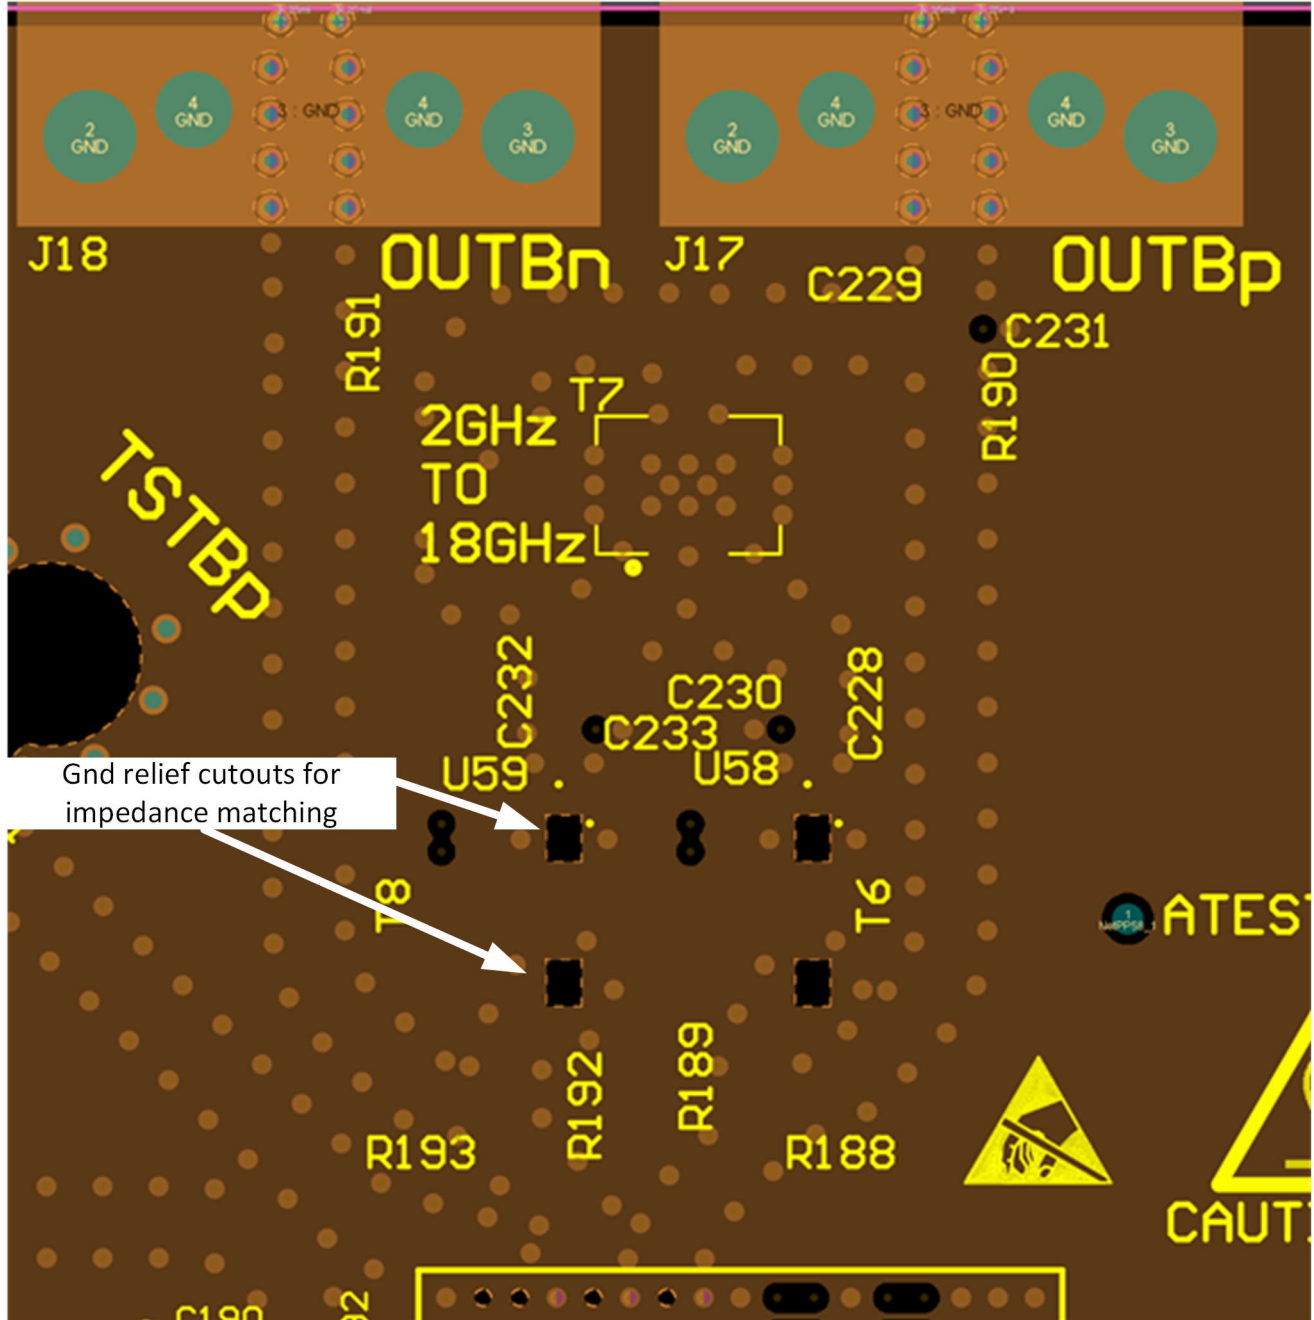

图 9-11. 平衡-非平衡变压器引脚下方的接地开孔
5. 在元件着陆垫（例如 SMA 连接器、平衡-非平衡变压器等）上引入所需的任何接地平面开孔，以避免这些位置的阻抗不连续。在这些着陆垫下方的一个或多个接地平面上进行开孔，以实现焊盘尺寸或层叠高度，从而实现所需的 50 Ω 单端阻抗。请参阅图 9-11 和一个示例。